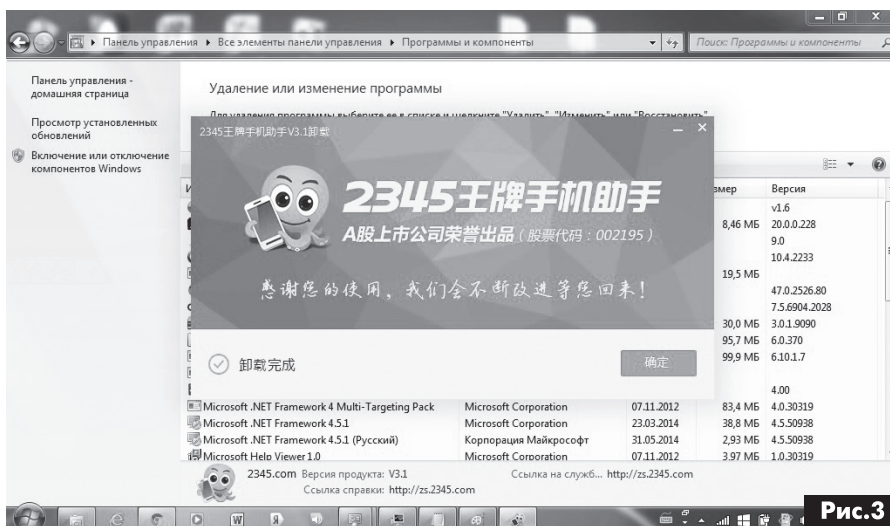

Рис.3
*Примечание:* деинсталляторы этих программ имеют интерфейс на китайском языке (рис.3), что затрудняет удаление этих программ. Поиск кнопок при деинсталляции осуществлялся опытным путем. Как правило, это кнопки с двумя иероглифами.